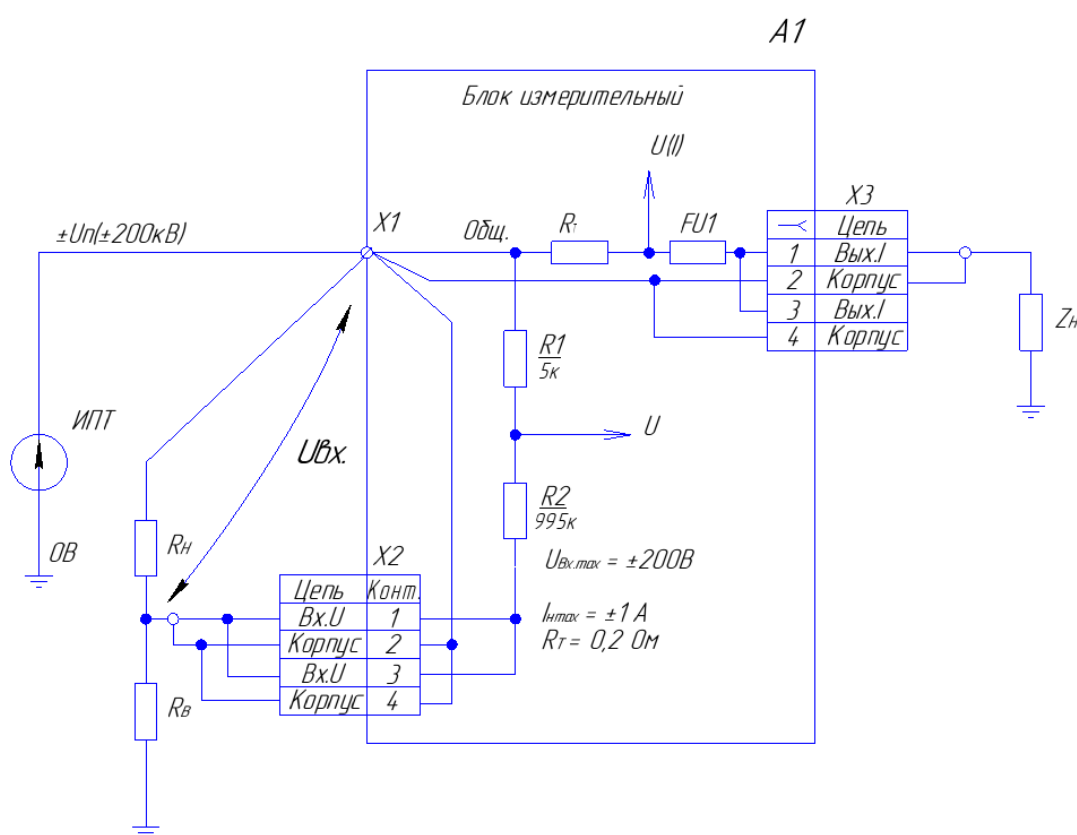

Рисунок 8 – Схема электрическая соединений БИ для проведения измерений тока и напряжения в высокопотенциальной цепи
6.4.2 Подключить источник испытательного напряжения к корпусу БИ (контакт X1); выходной кабель ДНВ к разъему **Вход U** (X2); а объект испытаний подключить к разъему **Выход I** (X3) штатным коаксиальным кабелем (рисунок 8).